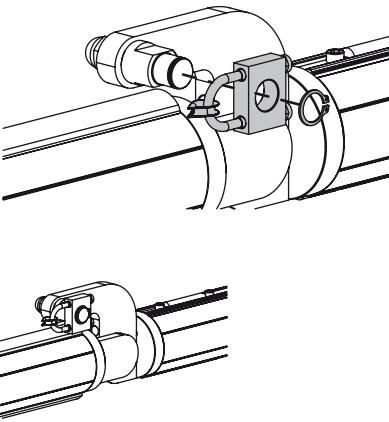

Fig. 11
16. Inserire la boccola in plastica sul perno e fissare il tutto con l'apposito seeger, vedi fig. 11.
16. Fit the plastic bushing on the pin and secure the whole part using the relevant Seeger ring, see fig. 11.